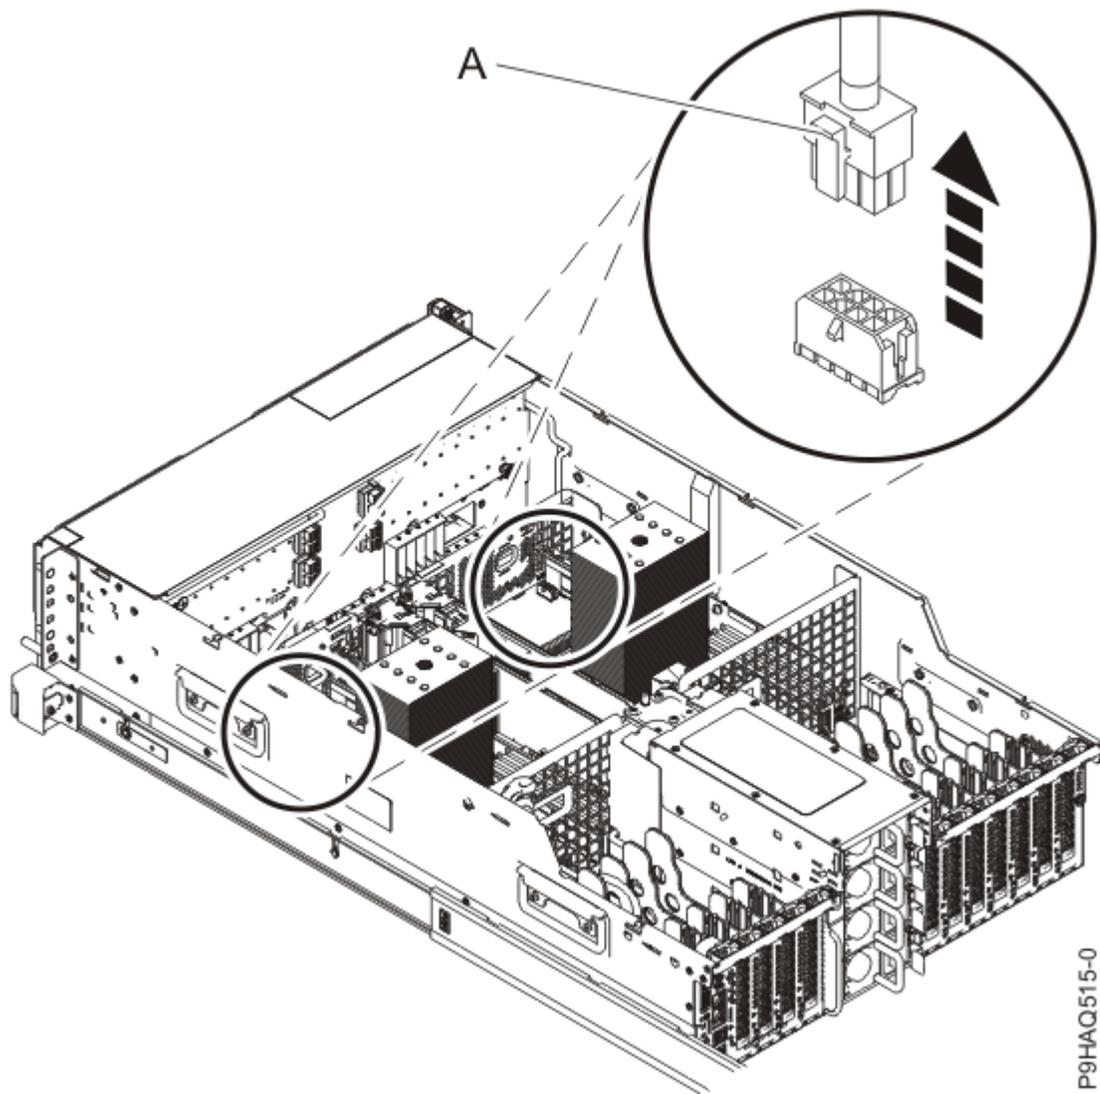

Abbildung 25. Lüfterkabel an der Systemrückwandplatine entfernen
5. Ziehen Sie das Lüfterkabel **(A)** von der Systemrückwandplatine ab, indem Sie auf die Entriegelung am Stecker drücken (siehe Abbildung 25 auf Seite 31) und dann mit ihm das Kabel abziehen.